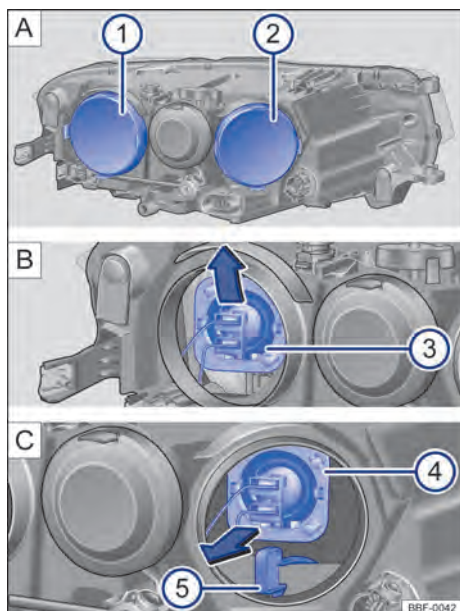

Fig. 184 No compartimento do motor:  farol baixo e  farol alto e luz de posição.
Remover a respectiva cobertura de borracha → Fig. 184   na parte traseira do farol.
**Farol baixo:** pressionar a lâmpada incandescente pelo soquete para baixo até desencaixá-la → Fig. 184 . Retirar a lâmpada incandescente puxando-a para trás.
Farol alto: pressionar a lâmpada incandescente pelo soquete para cima até desencaixá-la → Fig. 184 . Retirar a lâmpada incandescente puxando-a para trás.
Indicadores de direção: retirar o suporte da lâmpada com a lâmpada incandescente, puxando-o para trás → Fig. 184 .
**Farol baixo:** encaixar a lâmpada incandescente com o conector na abertura do farol e pressionar para dentro até que se trave firmemente → Fig. 184 . O ressalto da lâmpada incandescente deve estar voltado para cima e ser montado no encaixe do refletor do farol.
Farol alto: encaixar a lâmpada incandescente com o conector na abertura do farol e pressionar para dentro até que se trave firmemente → Fig. 184 . O ressalto da lâmpada incandescente deve estar voltado para baixo e ser montado no encaixe do refletor do farol.
Indicadores de direção: inserir o suporte da lâmpada com a lâmpada incandescente no farol até o batente → Fig. 184 .